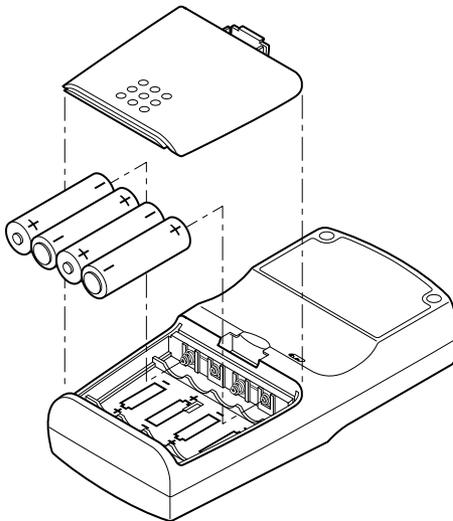

Abbildung 5: Einlegen der Batterien
2. Legen Sie vier Batterien vom Typ „AA“ ein, wie in Abbildung 5 gezeigt. Setzen Sie den Deckel des Batteriefachs wieder ein.